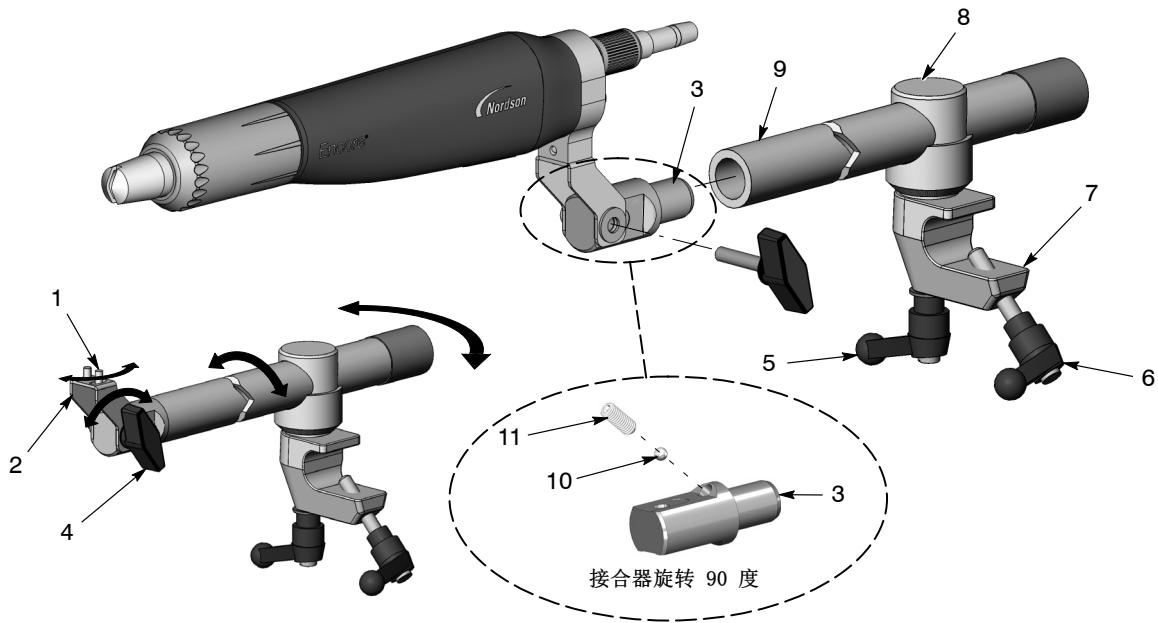

图 4 杆座喷枪安装
请参见图 4。将喷枪杆座接合器 (3) 安装到调节杆 (9) 的末端，并用 4 mm 六角扳手拧紧固定螺钉 (11) 将其固定。有关枪杆的零件编号，请参见第 47 页。
- 要将喷枪尖端从一侧移到另一侧，请松开右侧圆头螺钉 (1)。
- 要向上或向下倾斜喷枪尖端，请松开倾斜旋钮 (4)。
- 要旋转锁定枪体 (8) 轴上或锁定枪体中的调节杆，请松开旋转手柄 (5)。